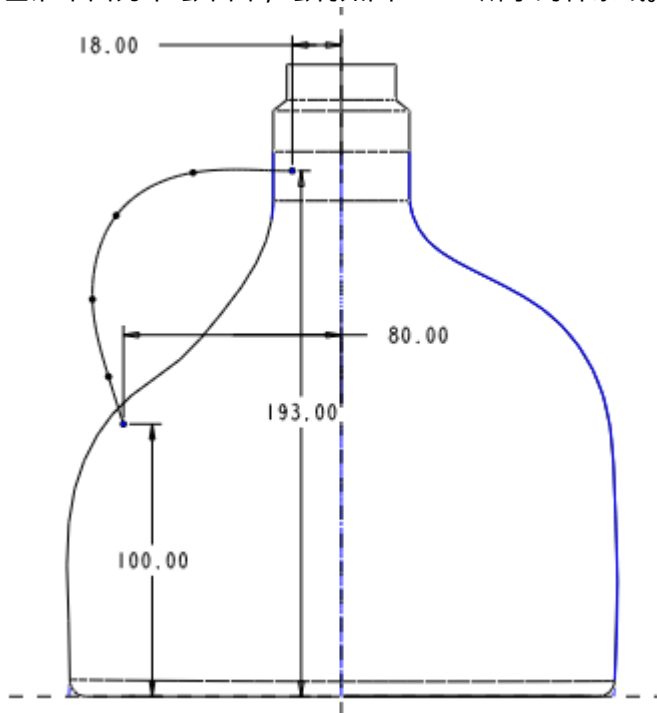

图 45-18
- (1) 单击基准工具栏中的 ，打开【草绘的基准曲线】对话框。
- (2) 选择 RIGHT 基准平面为草绘平面，绘制如图 45-18 所示的样条线。